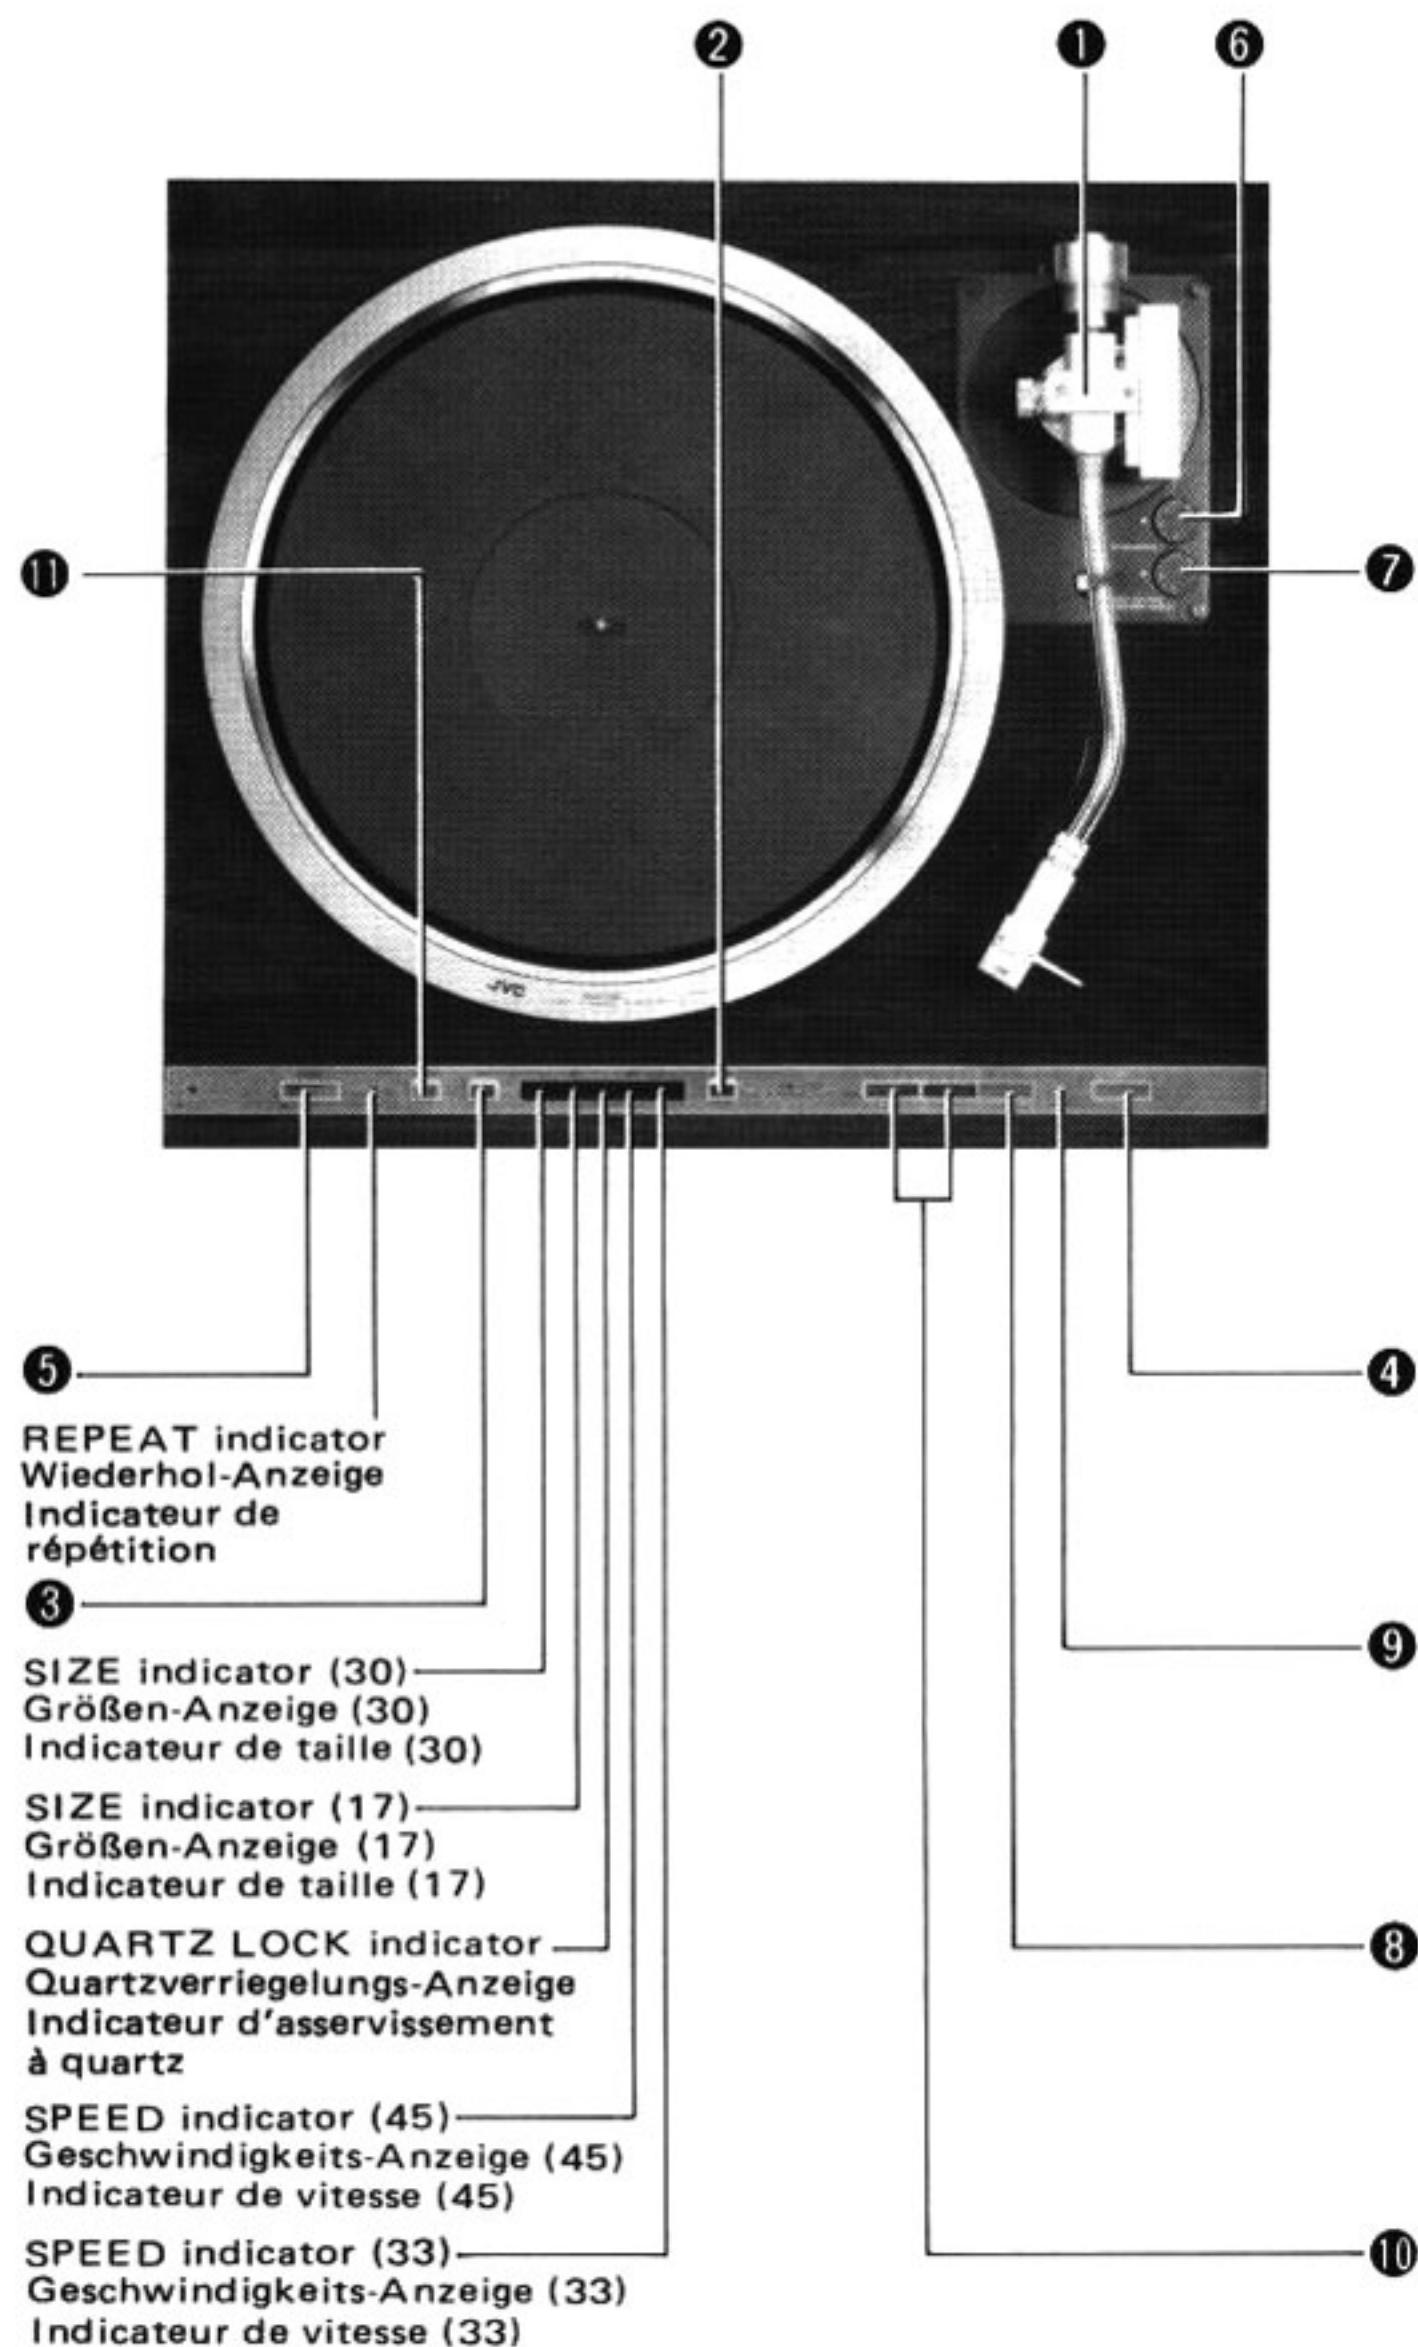

Fig. 19 Abb. 19
1. Legen Sie eine Schallplatte auf den Plattenteller und lösen Sie die Klemme der Tonarmauflage. (Abb. 19)
1. Placer un disque sur le plateau de la platine et libérer l'étrier. (Fig. 19)